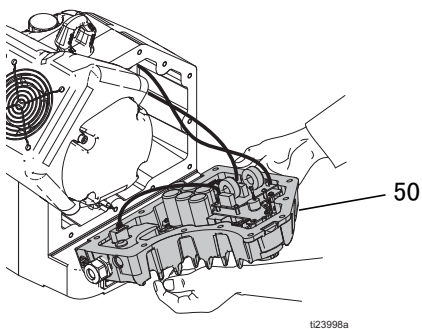

图 21: 倾斜电气盖
4. 小心倾斜电气盖（50）。参见图 21（第 16 页）。